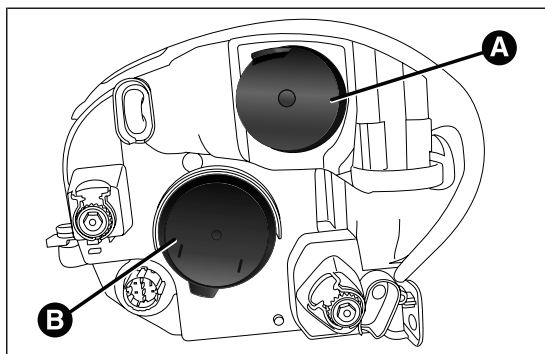

fig. 161
La ubicación de las lámparas es la siguiente fig. 161:
- ☐ quitar la tapa A fig. 161;
- ☐ por último, volver a montar la tapa A fig. 161.
- ☐ quitar la tapa B fig. 161;
- ☐ por último, volver a montar la tapa B fig. 161.